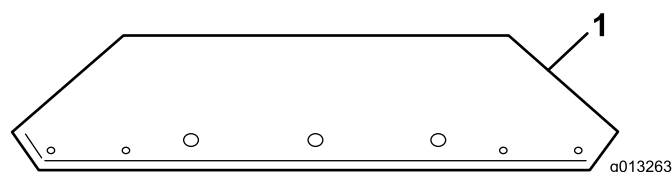
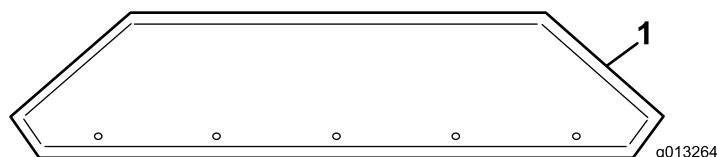

Рисунок 10
Рисунок 11
- Извлеките удлинители загрузочного бункера из транспортировочного контейнера, определите передний и задний удлинитель (Рисунок 10 и Рисунок 11).